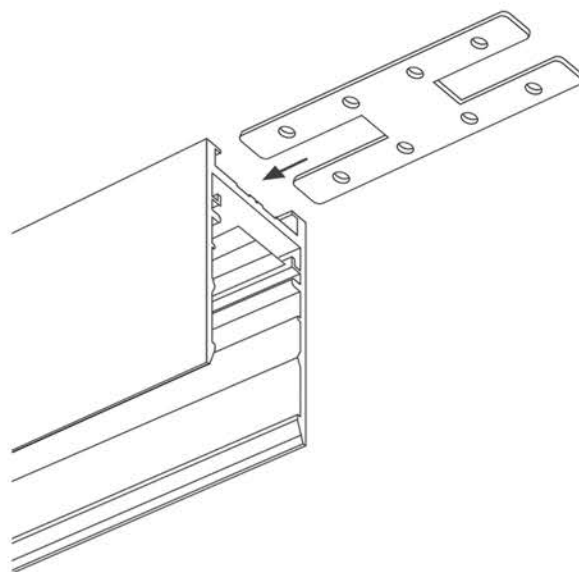

Рис. 4. Установка соединителей в пазы шинопровода
- 3.16. Установите в паз шинопровода коннектор прямой MAG-CON-25-UP арт. 033432 на половину его длины и закрепите установочными винтами из комплекта поставки (см. рисунок 4). В случае ее наличия, предварительно снимите торцевую заглушку. Ответную часть коннектора установите в соответствующие пазы другого шинопровода и/или коннектора и закрепите установочными винтами.